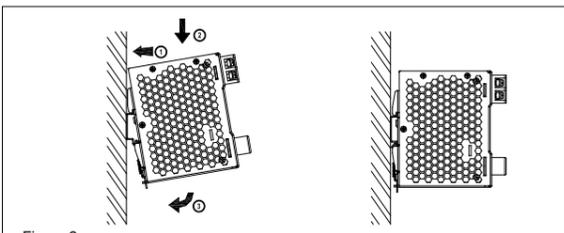

Figure 2
3. Montage (Abb. 2)
- Einrasten des Geräts in DIN-Schiene, wie in Abb. 2 dargestellt: